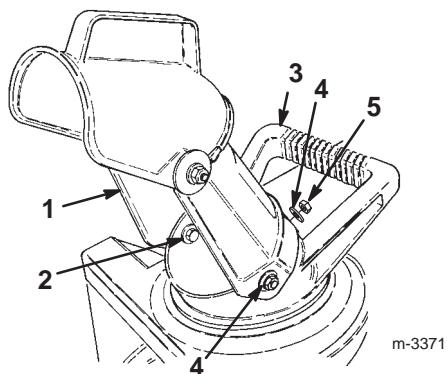

Figure 3
1. Engagez les trous latéraux de l'éjecteur sur les boulons à tête hexagonale de chaque côté de la poignée de l'éjecteur (Fig. 3).
2. Fixez l'éjecteur sur les boulons à tête hexagonale au moyen de deux rondelles et de deux contre-écrous (Fig. 3).
5. Vissez fermement le contre-écrou et la rondelle sur la vis à l'arrière de l'éjecteur (Fig. 3).